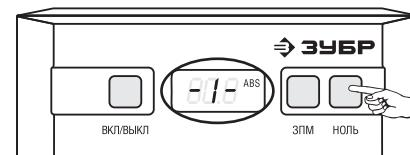

Рис. 2
- Нажмите кнопку «Ноль», при этом надпись «-1» замигает (рис. 2).